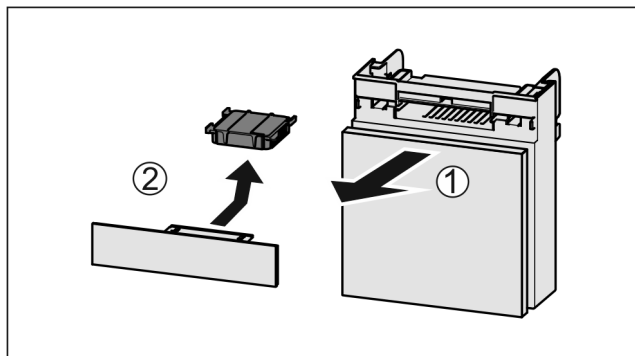

Fig. 200
- ▶ Pretinac izvucite Fig. 200 (1) prema naprijed.
- ▶ Izvadite filter s aktivnim ugljenom Fig. 200 (2).